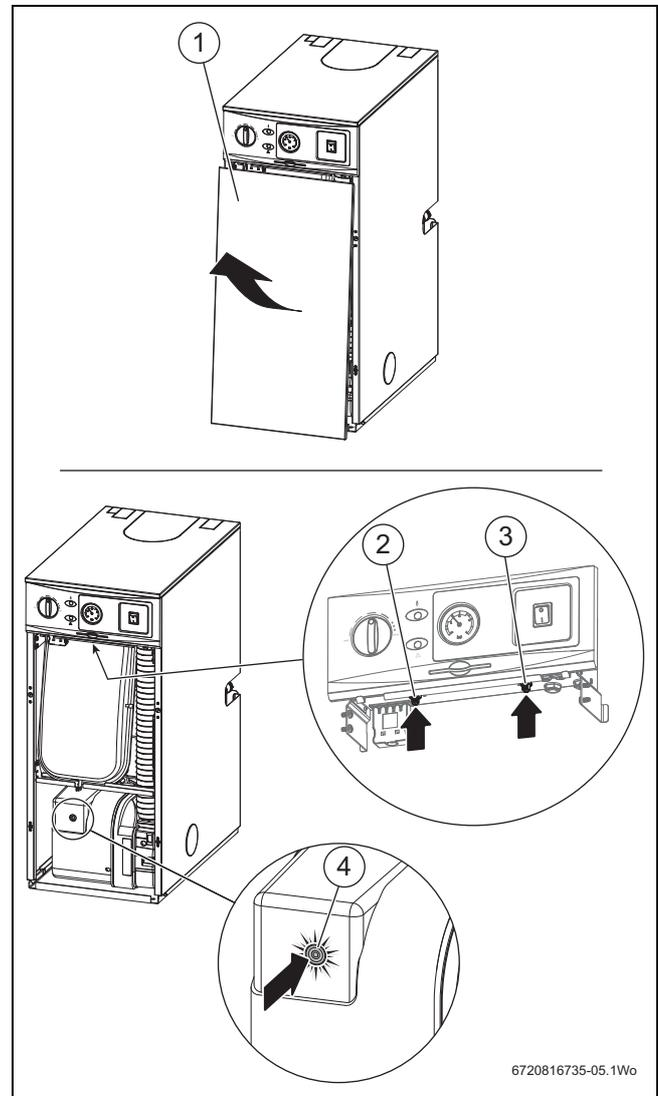

Fig. 6 Accès aux touches de réarmement
- ▶ Appuyer sur la touche de réarmement du brûleur [4] (figure 6, page 6). La chaudière doit chauffer.
- Appuyer à nouveau sur la touche de réarmement du brûleur [4] (figure 6, page 6).
- ▶ Appuyer sur la touche de réarmement de surchauffe des fumées [2] (figure 6, page 6) et sur la touche de réarmement de surchauffe [3] (figure 6, page 6).